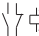

**图6 NC8-40/N~100/N系列交流接触器外形与安装示意**
**6.6 NC8-40/N~100/N系列交流接触器安装尺寸、外形尺寸与接线能力**，见图6及表8，型号规格重量见箱贴。